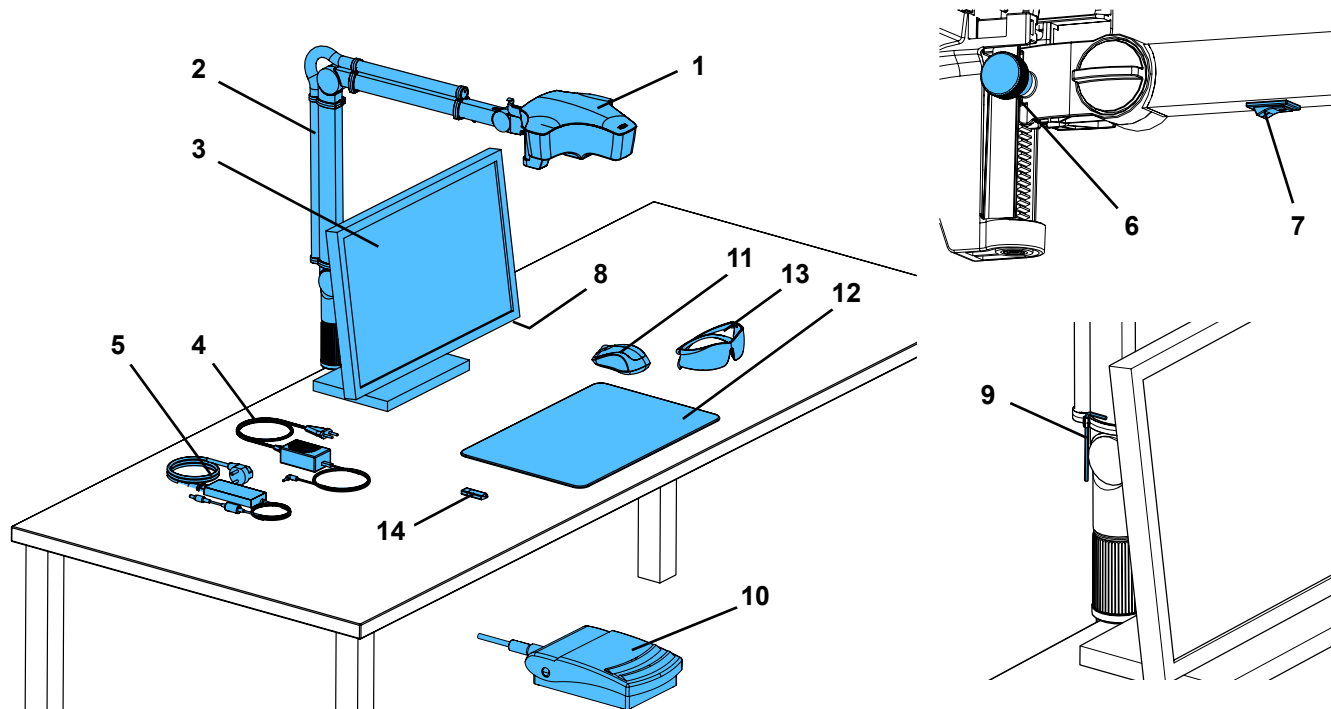

Fig. 1
- ⇒ Collocare il piano di appoggio (12, Fig. 1) sul tavolo di lavoro.
- ⇒ Collocare il mouse (11, Fig. 1) accanto al piano di appoggio.
- ⇒ Collocare l'interruttore a pedale (10) sotto il tavolo e inserire il cavo dell'interruttore a pedale nell'interruttore a pedale.
- Vite di fissaggio sul braccio di supporto (31).
- Vite di bloccaggio centrale (32).
- Vite di bloccaggio sul piede di appoggio (33).
- Vite di bloccaggio (34) con utensile in dotazione (9, Fig. 1).
- Vite di bloccaggio (35) con utensile in dotazione (9, Fig. 1).